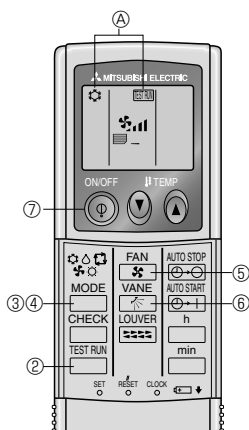

Fig. 7-2
7.2.2. Med trådlös fjärrkontroll (Fig. 7-2)
- ① Slå på strömmen till enheten minst 12 timmar före testkörningen.
- ② Tryck på -knappen två gånger i följd. (Starta rutinen med fjärrkontrollens display avstängd.)
- ③ Tryck på -knappen för att aktivera läget COOL och kontrollera om kall luft blåser ut ur enheten.
- ④ Tryck på -knappen för att aktivera läget HEAT och kontrollera om uppvärmd luft blåser ut ur enheten.
- ⑤ Tryck på knappen (Fläkt) och kontrollera om fläkthastigheten ändras.
- ⑥ Tryck på -knappen och kontrollera om luftspjället fungerar korrekt.
- ⑦ Tryck på ON/OFF för att stoppa provkörningen.